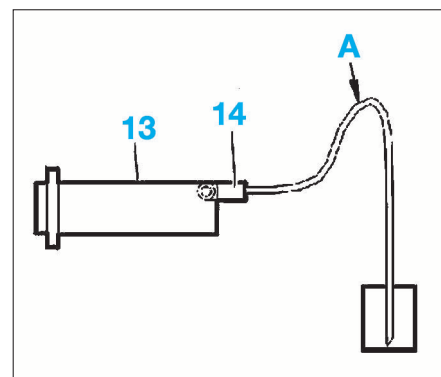

FIG. 9
- Brancher un tuyau transparent sur la vis de purge (14) et le relier à un bocal plus bas que le cylindre récepteur de commande (13) (Fig.9).